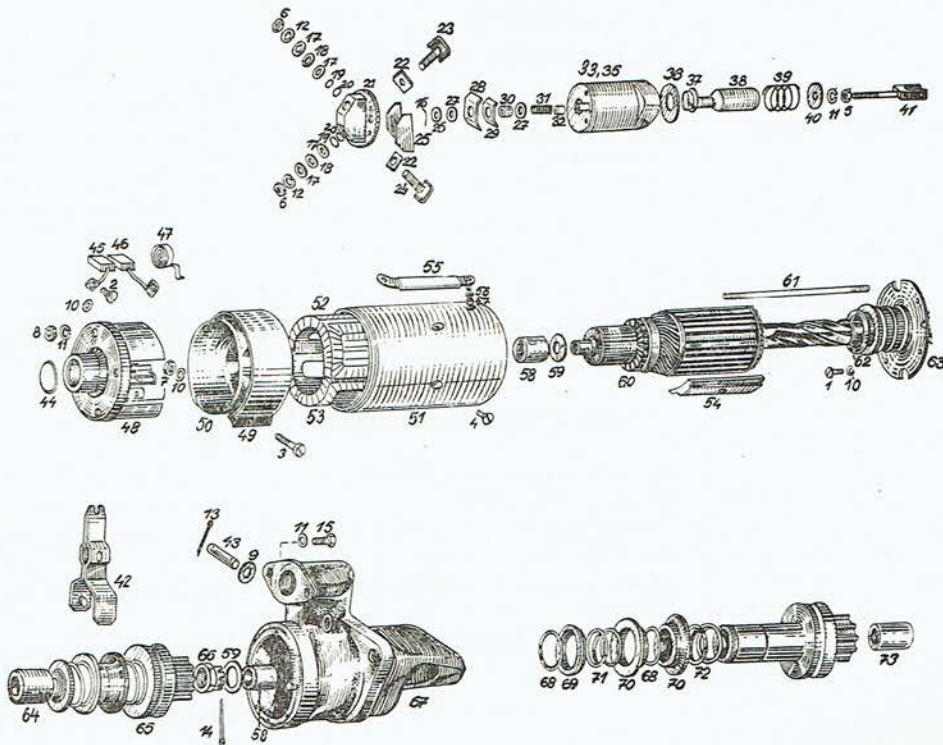

Abb. 136
Der Anlasser ist ein Reihenschluss-Elektromotor, für kurzfristigen Betrieb konstruiert. Der Anlasserritzel (Abb. 136) ist ein Bestandteil des Freilaufes (65), der am Steilgewinde der Welle verschiebbar aufgesetzt ist. In Eingriff wir der mittels eines zweiarmligen Hebels (42) gebracht, der in die Muffe am Freilauf eingreift. Auf den Hebel wirkt die Zugkraft des Elektromagneten, der durch einen Druckknopf auf dem Instrumentenbrett betätigt wird.
2. Die Mutter der Klemmschraube (Abb. 136/3) ist abzuschrauben und das Deckband (Abb. 136/49) abzunehmen.
3. Die Schrauben M 4×10 (2), welche die Bürstenkabel-Seilenden befestigen, sind auszuschrauben und die Kohlenbürsten herauszunehmen.
4. Die Muttern sind vom Bolzen (61) am Kollektordeckel (48) abzuschrauben, die elastischen Unterlagen herauszunehmen und der Kollektordeckel ist aus dem Masse-Ansatz herauszunehmen.
5. Die Ausführung (55) des Anlassers ist vom Schalter (33, 35) zu lösen.
mengestellte Freilauf (Abb. 136/65) einzulegen, und in den Hohlraum des Hebels (42) einzuschieben. Die Gabel des Hebels ist in die Muffe einzuhaken. (Vor der Montage sind die Reibflächen mit Fett LN 2 zu schmieren.)
2. In die Lastendeckelöffnung ist ein Stift (43) einzusetzen, dieser ist durch die Öffnung im Hebel durchzustecken und an der anderen Seite mit Hilfe eines Splintes (13) zu sichern.
3. Auf den Lastendeckel ist die Zwischenwand (63) aufzulegen und mit vier Schrauben M 4×15 anzuschrauben. Vor der Befestigung muss die Zwischenwand auf den Durchmesser des Lastendeckel-Ansatzes zentriert werden. Auf die zusammengesetzte Zwischenwand ist ein Bremsring aufzulegen.
4. Das Schraubengewinde der Ankerwelle ist mit Schmierfett zu schmieren und die Welle in das Lager (58) im Lastendeckel einzuschieben. Der teilweise zusammengesetzte Anlasser ist in waagrechte Lage zu legen.
5. Der Anker ist aus dem Lager im Lastendeckel etwas herauszuziehen und die Kronenmutter (66) in das Gewindeende an der Welle einzuschrauben. Durch die Öffnung in der Mutter und in der Welle ist ein Splint (14) durchzustecken und sorgfältig in der Nute der Mutter auseinanderzubiegen. Eine Unterlagscheibe (59) ist aufzulegen und die Welle in das Lager im Lastendeckel einzuschieben.
6. Die Zugstange des Ankers ist in die Aussparung im Schalterhebel (42) einzuhängen (die mechanische Verbindung ist zu überprüfen) und der Schalter ist mit zwei Schrauben (15) an dem Lastendeckel zu befestigen.
8. Auf die Welle ist eine Unterlagscheibe aufzuschieben, auf den Spulenkörper ist der Kollektordeckel (48) aufzusetzen, gegen die Montagekerbe auszurichten und anzuschrauben.
1. Der Schalterdeckel (Abb. 136/21) ist durch Ausschrauben von vier Schrauben M 4×10 abzunehmen.
2. Zwei Muttern (6) der Kontaktschrauben (23, 24) sind abzuschrauben, die Sicherungsunterlagscheiben abzunehmen, die Isolier- und Metallunterlagscheiben sind zu entfernen. Nach Lockerung der Kontaktschraube fallen aus dem Schalterdeckel die Isolierscheiben heraus.
3. Der Sicherungsdraht ist aus dem Elektromagnetkern (38) herauszunehmen, die Unterlagscheiben, die Kontaktbrücke (28) und die Versteifung sind abzunehmen.
4. Nach Herausnehmen des Kernes ist die Feder (39) abzuziehen.